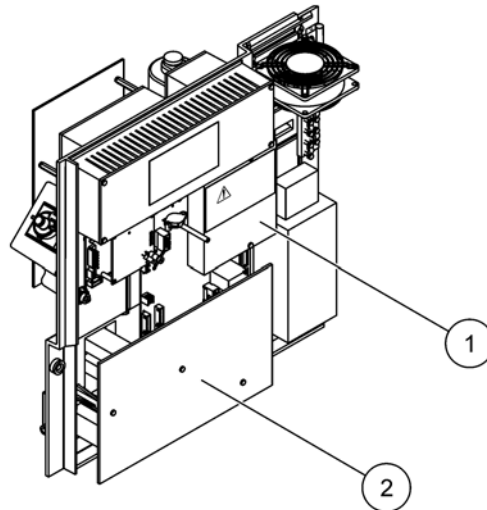

図 14 保護カバーの取り外し
保護カバーの取り外しについては、図 14 を参照してください。
3. 保護カバーから 2 つのネジを外し、カバーを外します (アイテム 1、25 ページの図 14)。
6. 一番下のパネルカバーを固定している 3 つのネジを外します。 (アイテム 2、25 ページの図 14)。パネルを外します。
3. 保護カバーを外します (25 ページの図 14)。